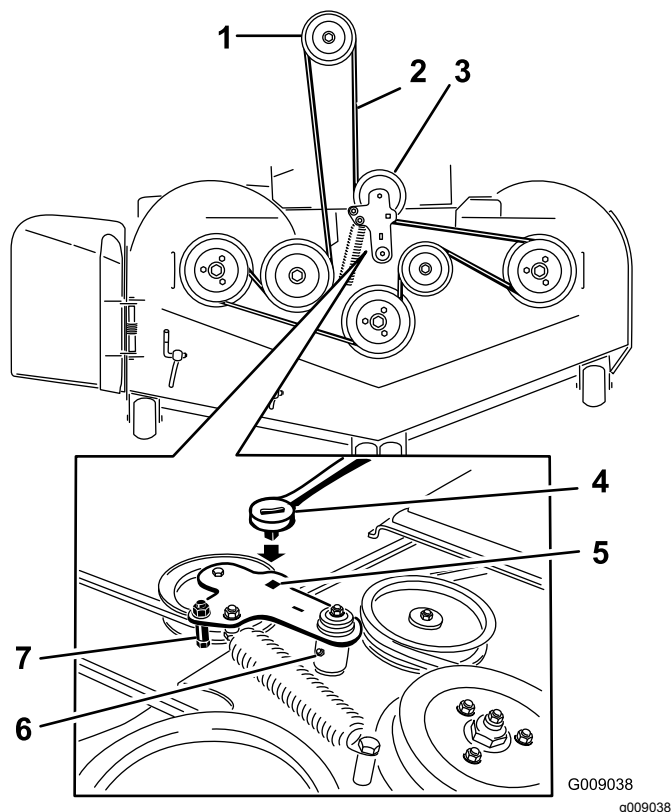

Figure 82
7. Insérez un rochet dans le trou carré du bras de tension pour détendre le ressort de la poulie de tension (Figure 82).
9. Enlevez le guide de courroie situé sur le bras de tension rappelé par ressort, comme montré à la Figure 82.
11. Acheminez la courroie neuve autour des poulies du plateau de coupe et de la poulie d'embrayage, sous le moteur (Figure 82).
12. Montez le guide de courroie sur le bras de tension, comme montré à la Figure 82.
13. Insérez le rochet dans le trou carré et montez le ressort de la poulie de tension (Figure 82).